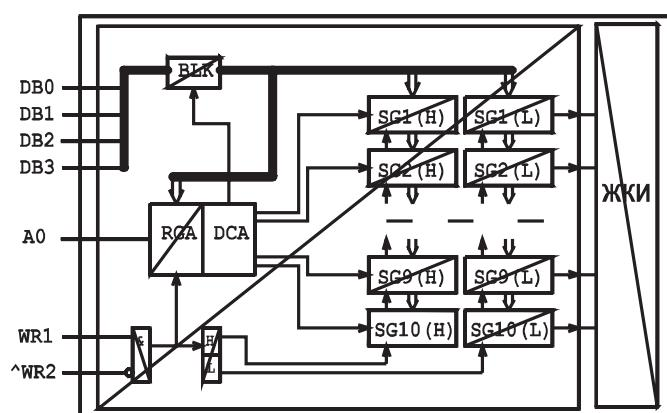
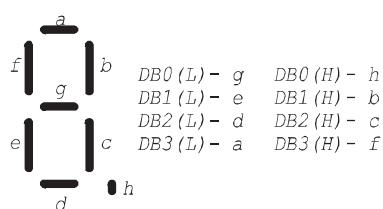

Рис. 2
Рис. 3
Жидкокристаллические модули MT-10T7/MT-10T8/MT-10T9 состоит из БИС контроллера и ЖК панели. Модули могут отображать 10 знакомест (цифр с точкой). Внешний вид MT-10T7/MT-10T8 приведен на рис. 1а MT-10T9 — на рис. 1б. Любой сегмент любого знакоместа можно включать и выключать независимо от остальных сегментов. Структурная схема модулей представлена на рис. 2. Регистры данных в БИС делятся на две тетрады: SGx(L) и SGx(H). Запись данных в знакоместо производится за два такта: сначала в младшую тетраду, затем в старшую. Младшая тетрада отвечает за сегменты g, e, d, a, а старшая — за сегменты h, b, c, d (см. рис. 3). Запись “H” вызывает высвечивание соответствующего сегмента, запись “L” вызывает его гашение.